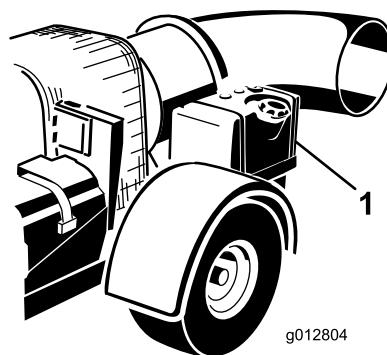

図 11
2. 燃料タンクのキャップの周囲をきれいに拭いてからキャップを取り（図 11）。